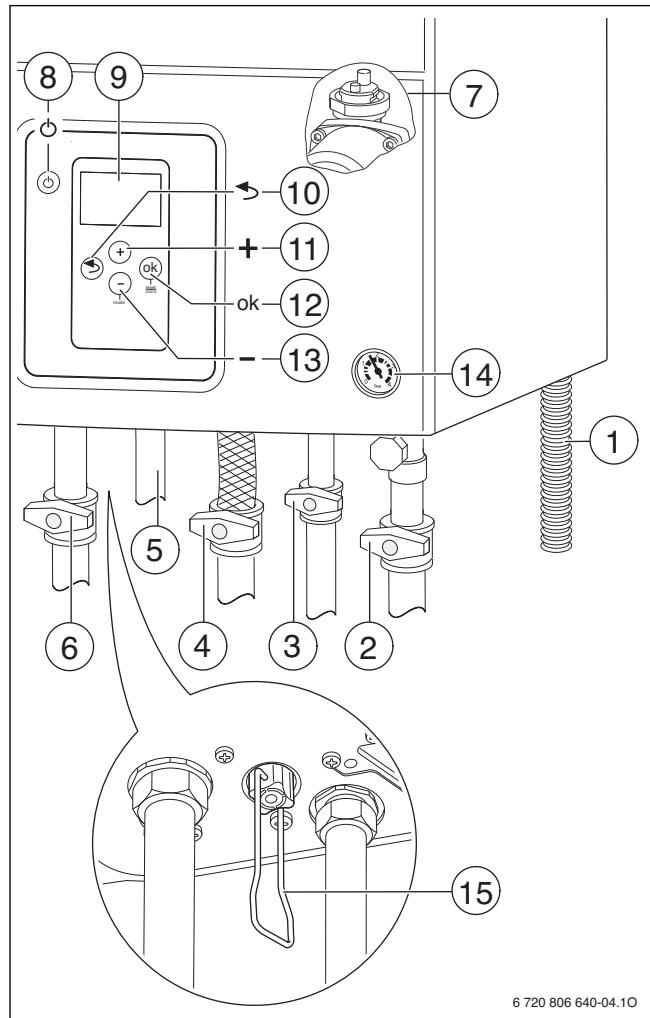

Рис. 25
- Откройте автоматический воздушный клапан (оставьте открытым) (→ рис. 25, [7], стр. 19).
- Откройте кран холодной воды (→ рис. 25, [3]).
- Откройте краны подающей и обратной линий отопления (→ рис. 25, [6] и [2], стр. 19).
- Откройте газовый кран (→ рис. 25, [4]).